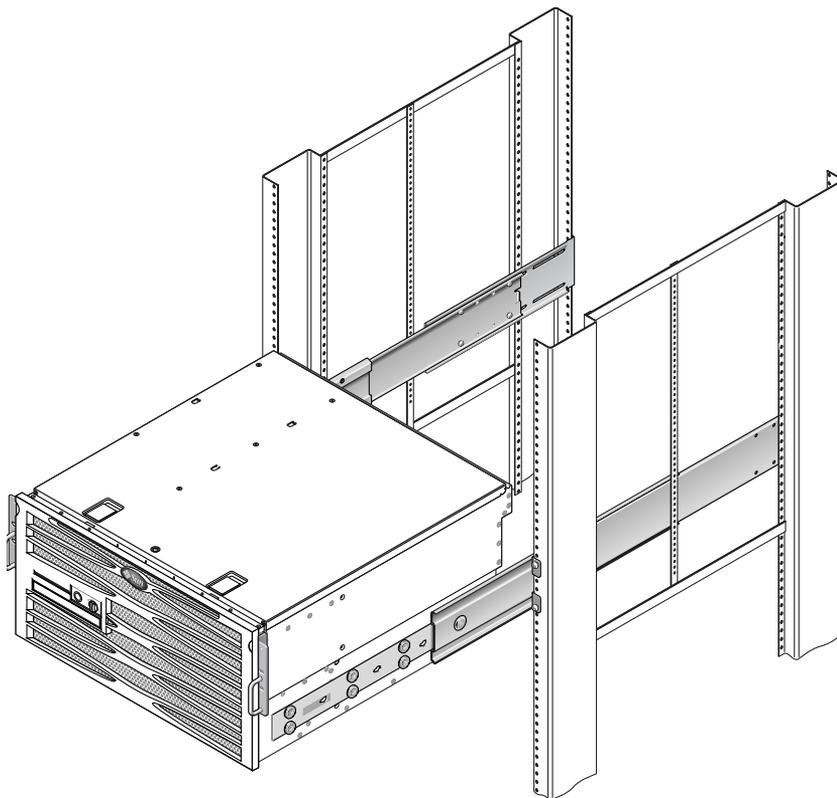

図 3-13 ラックへのシステムの挿入
14. スライドボタンを押して、ラック格納装置の中にシステムを完全に挿入します (図 3-13 を参照)。